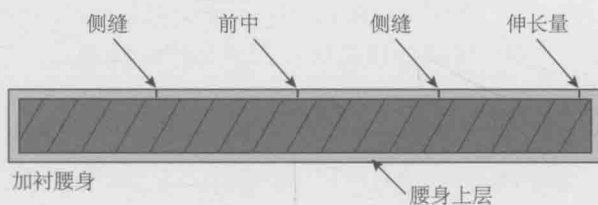

图 1.5A
2. 修剪去黏合衬上的缝份, 以此减少缝份厚度(见图1.5A)。